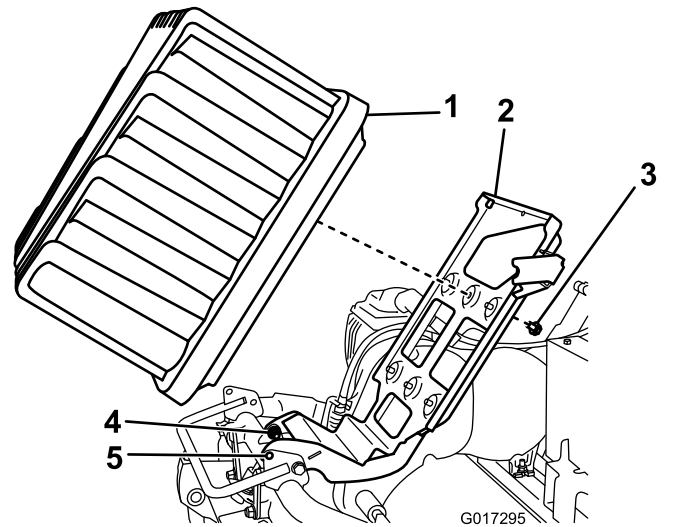

Figura 11
6. Levante la bandeja de la batería hasta que los taladros de bloqueo de la base y del bastidor queden alineados (Figura 11).
5. Afloje los 2 pernos/tuercas de pivote media vuelta cada uno (Figura 11).